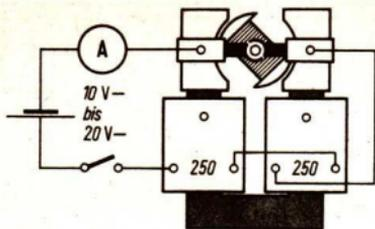

Bild 21 Versuchsaufbau
Versuchsaufbau (Bild 21)
1. Bauen Sie aus Aufbauteilen einen Motor zusammen, und schließen Sie ihn in einen Gleichstromkreis mit Strommesser und Schalter (Bild 21)!